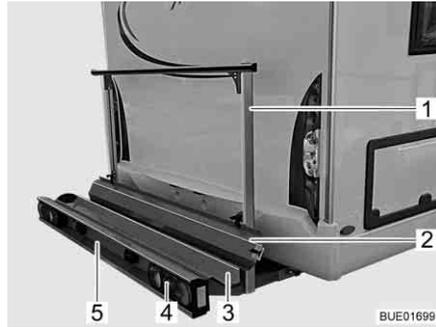
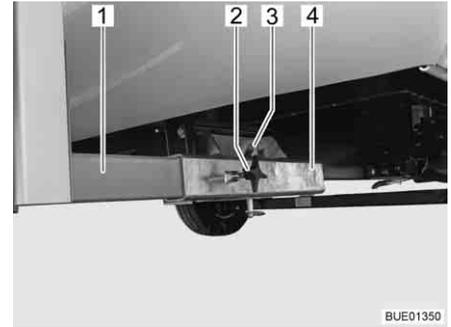

Bild 7 Lastenträger
Bild 8 Befestigung am Fahrzeug
Der Lastenträger (Bild 7) ermöglicht die Mitnahme eines Motorrads oder eines Motorrollers mit einem Gewicht bis zu 130 kg.
- Trägerwanne (Bild 7,3) und Haltebügel (Bild 7,1) mit Befestigung am Fahrzeug (Bild 8)
- Heckleuchten (Bild 7,4)
- Kfz-Kennzeichenbeleuchtung (Bild 7,5)
- Auffahrschiene (Bild 7,2)
Die beiden Längsträger (Bild 8,1) des Lastenträgers sind durch Knebeschrauben (Bild 8,2) an den Vierkantaufnahmen (Bild 8,4) am Fahrzeugboden fixiert. Gesichert ist der Lastenträger durch einen Bolzen (Bild 8,3) mit Sicherungsring.